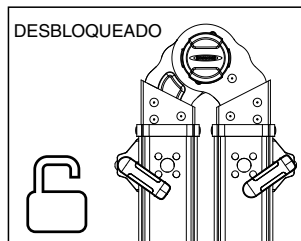

Figura 3
- 1) Desbloquee los 4 sujetadores “J” tirando hacia afuera y girando el sujetador “J” para alejarlo del orificio del peldaño (vea la Figura 3).